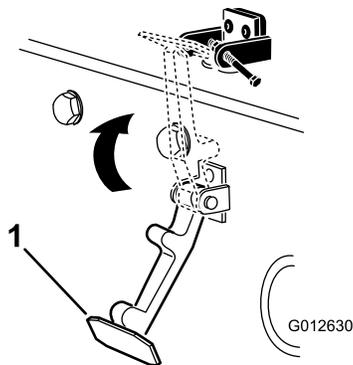

Bild 6
6. Haken Sie den Riegel in die Halterung des Motorhaubenriegels (Bild 6).